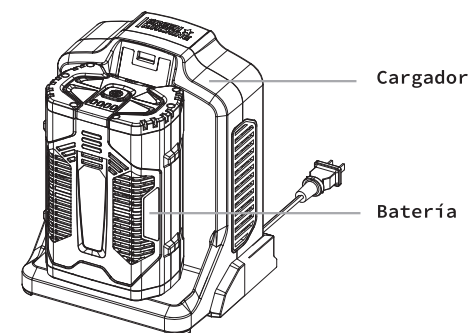

Fig. 2
3. Alinee las ranuras elevadas del paquete de baterías con las ranuras de montaje del cargador. Conecte los dos y coloque la batería en su lugar (Fig. 2).